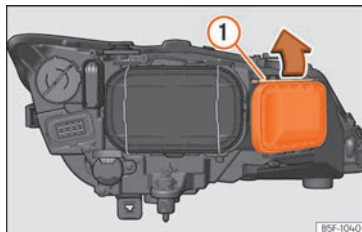

Fig. 111 Lámpara de luz de carretera.
- Desplace el tirante »» **fig. 111** (1) en el sentido de la flecha y saque la tapa.